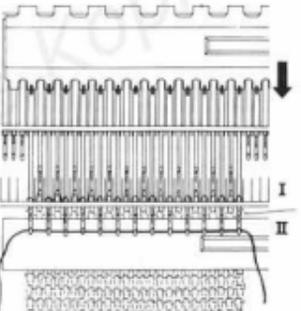

Fig. 102
**1. Bem:** Rot ist im Fadenführer eingefädelt. Musterschiene mit 1-1 Teilung hinter die 1. N setzen und jede 2. N in Einlegstellung vorschieben (evtl. Zungen öffnen). Weiss über die offenen N legen, Fig. 102, 1 G str.